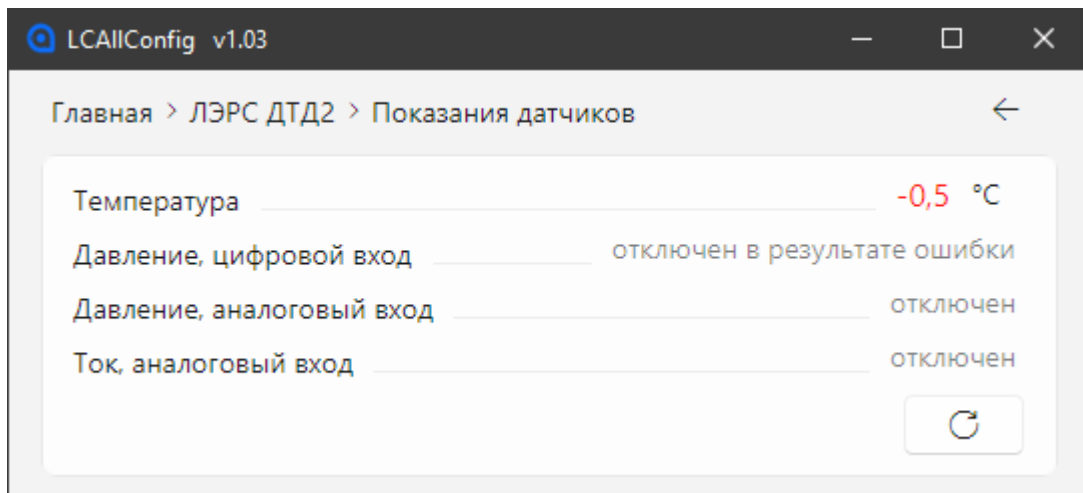

Рисунок 4.6. Утилита LCAIConfig – Текущие показания датчиков
5. В разделе меню «Показания датчиков» можно отслеживать текущие показания (рис. 4.6).